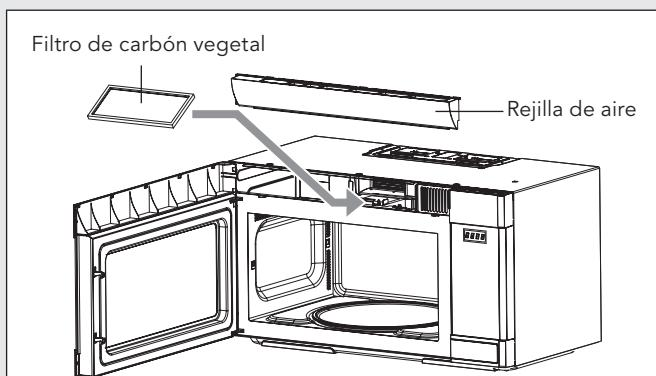

Figura 27
5. Deslice un nuevo filtro de carbón en su lugar. El filtro debe apoyarse en el ángulo. Consulte la Figura 27.